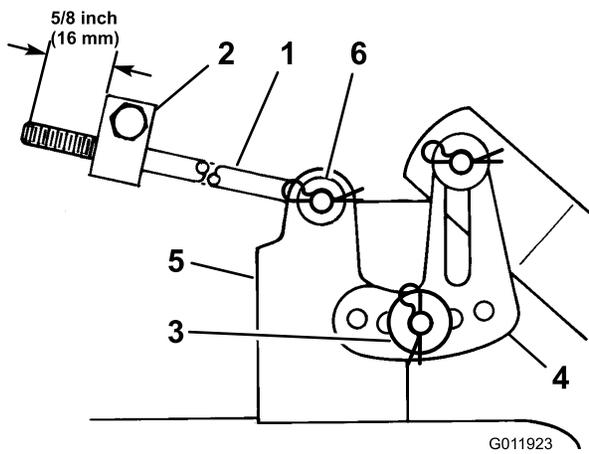

Bild 13
4. Entfernen Sie den Splint und die Scheibe von der Nivellierhalterung (Bild 13).
5. Bringen Sie zum Nivellieren die Schnittmesser(s) die Nivellierhalterung(en) in einem anderen Loch an und setzen Sie die Scheibe und den Splint wieder ein (Bild 13).